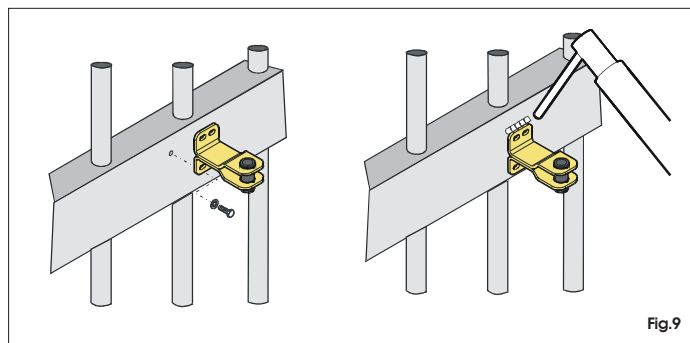

Fig.9
- De bevestiging van de aandrijving halen om deze aan de deurvleugel vast te maken. De bevestiging mag gelast worden of vastgeschroefd worden met schroefdraadinzetstukken (Fig. 9).